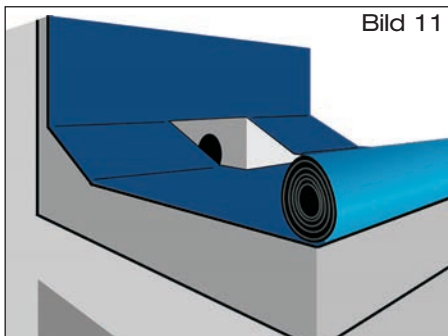

Bild 11
- 2.5 Zweite Lage der Dachdichtungsbahn über Ablauf ausrollen. Im Bereich des Attikaablaufes Aussparung mit Abmessungen entsprechend Außenkonturen der Sieböffnung vorsehen (Bild 11). Zweite Lage der Dachdichtungsbahn gemäß Verlegevorschriften des Dachdichtungsbahnherstellers verschweißen. Überstände der Abdichtungslage in den Einlaufbereichen sind zu entfernen.